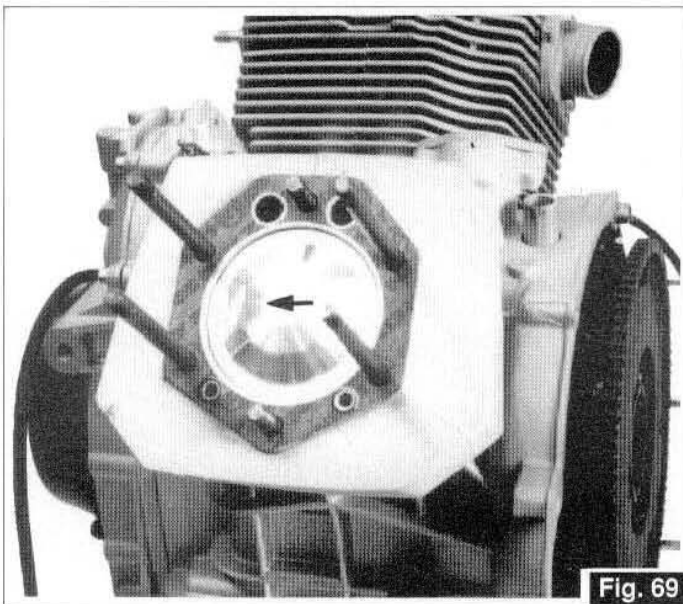

Fig. 69
- Le sens de montage du piston est indiqué par la flèche imprimée sur le piston (la flèche devra être tournée en avant, voir Fig. 69). L'ensemble cylindre et piston devra être accouplé sur la base de la classe de sélection imprimée sur les deux composants (A avec A, B avec B, C avec C) Fig. 69A.
- Die Montagerichtung des Kolbens wird vom auf diesen aufgestanzten Pfeil angezeigt (der Pfeil muß nach vorne gerichtet sein, siehe Abb. 69). Die Zylindereinheit und der Kolben müssen gemäß der Auswahlklassen, die auf diesen beiden Bestandteilen aufgestanzt sind, aneinander gekoppelt werden (A mit A, B mit B, C mit C) Abb. 69A.